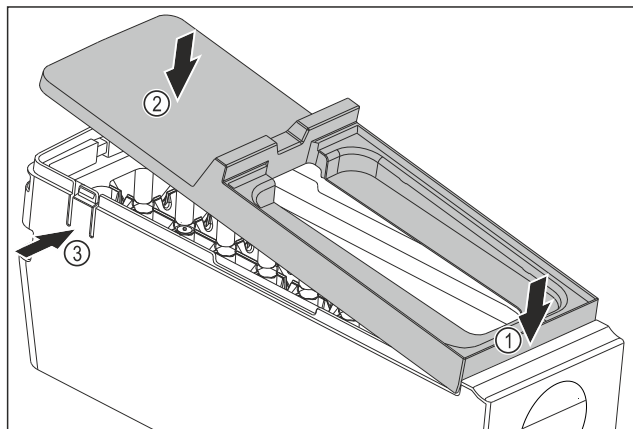

Fig. 88
- ▶ Afdekking van de EasyTwist-Ice-corpus monteren: Afdekking voor bevestigen. Fig. 88 (1)
- ▶ Afdekking achter neerlaten. Fig. 88 (2)
- ▷ Afdekking klikt hoorbaar in beide strips Fig. 88 (3) vast.